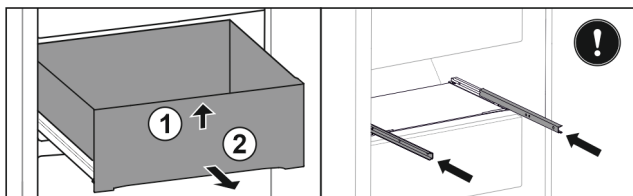

Fig. 34*
- Zásuvku nadzvedněte vpředu Fig. 34 (1).*
- Odeberte směrem dopředu Fig. 34 (2).*